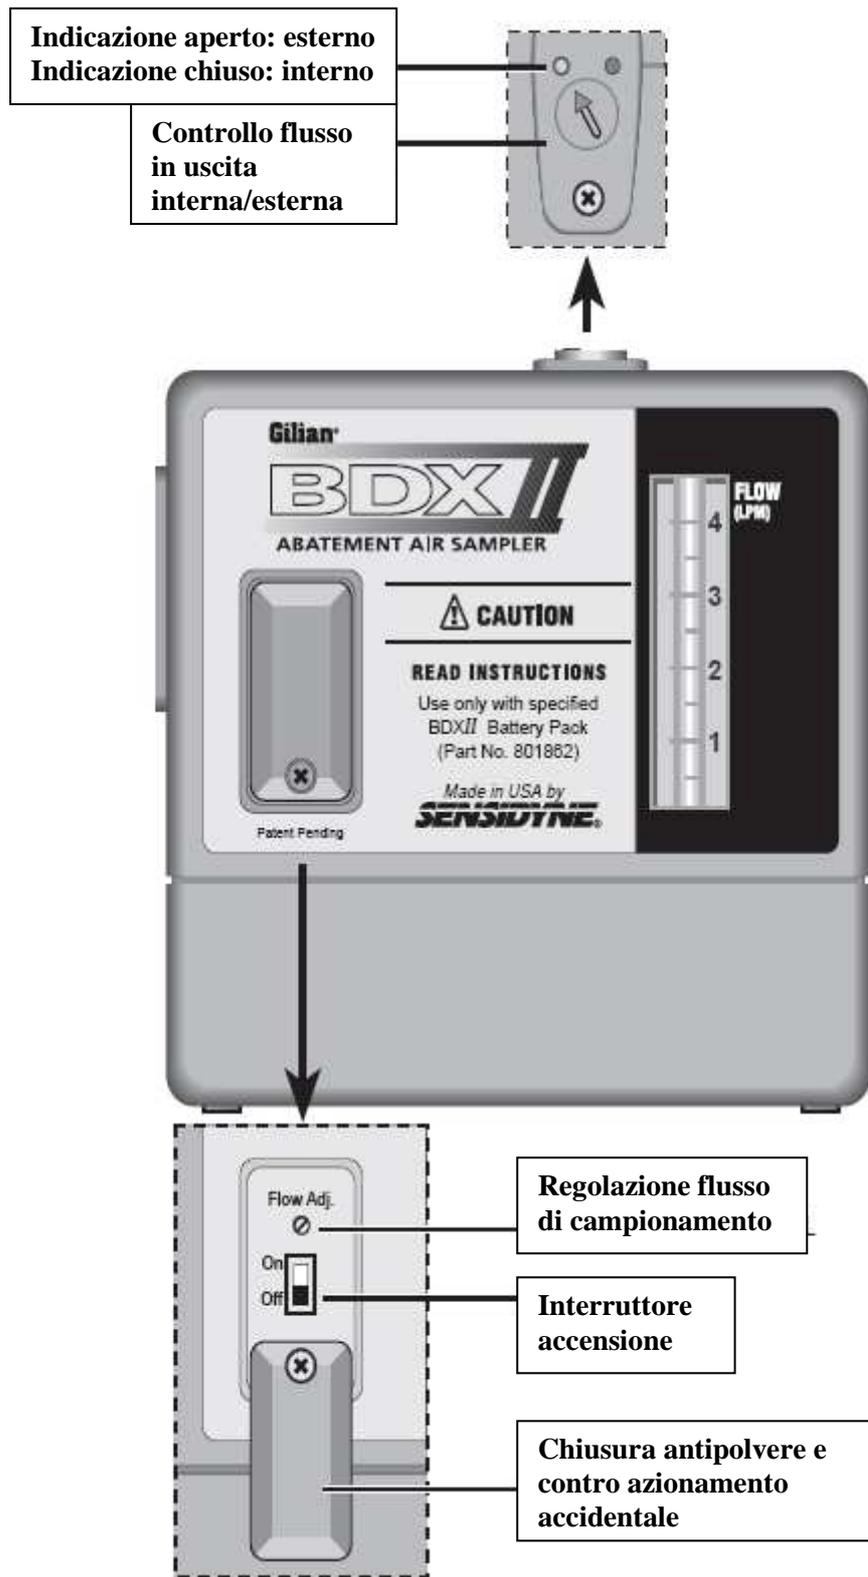
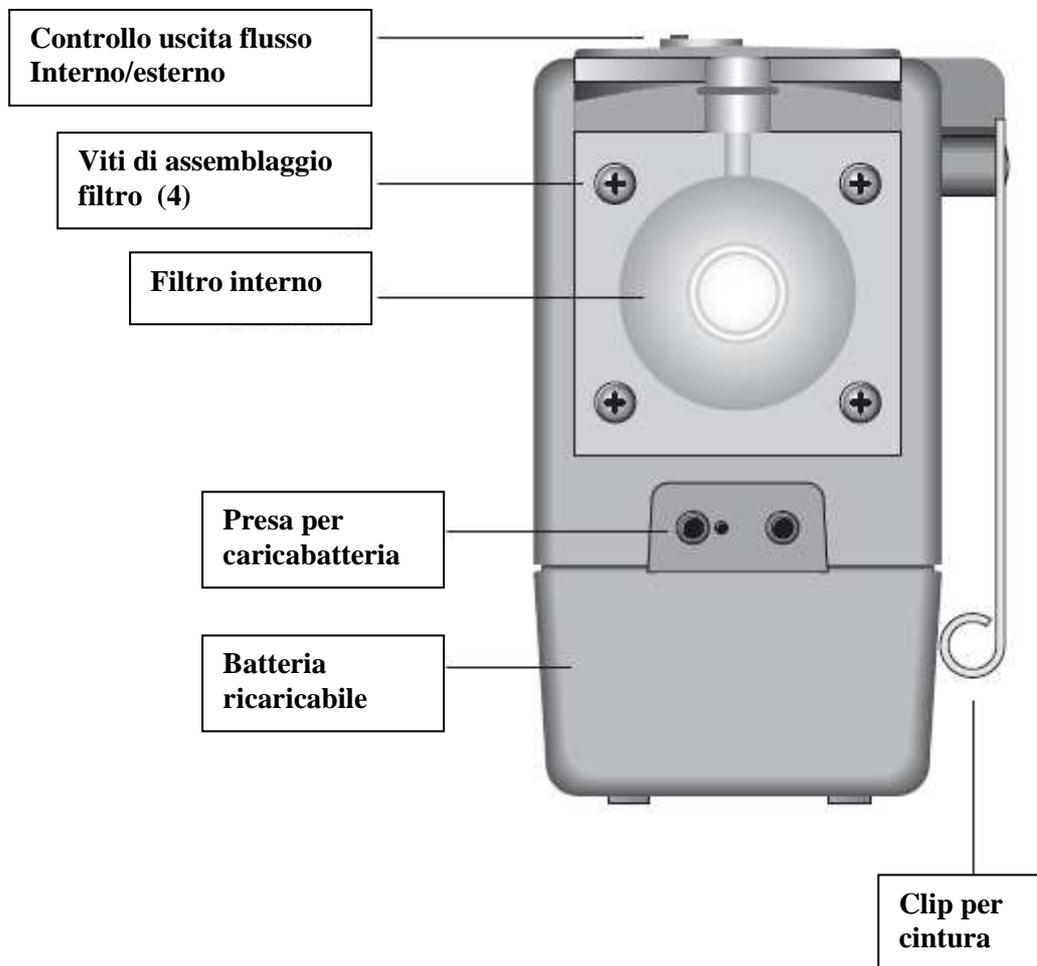

Figura 1.1
Figura 1.2
Il BDXII è visibile nella Figura 1.1 e Figura 1.2
- 2) Usando un piccolo cacciavite ruotate di 180° la chiusura antipolvere e di protezione all'azionamento accidentale. (Vedere Figura 1.1)